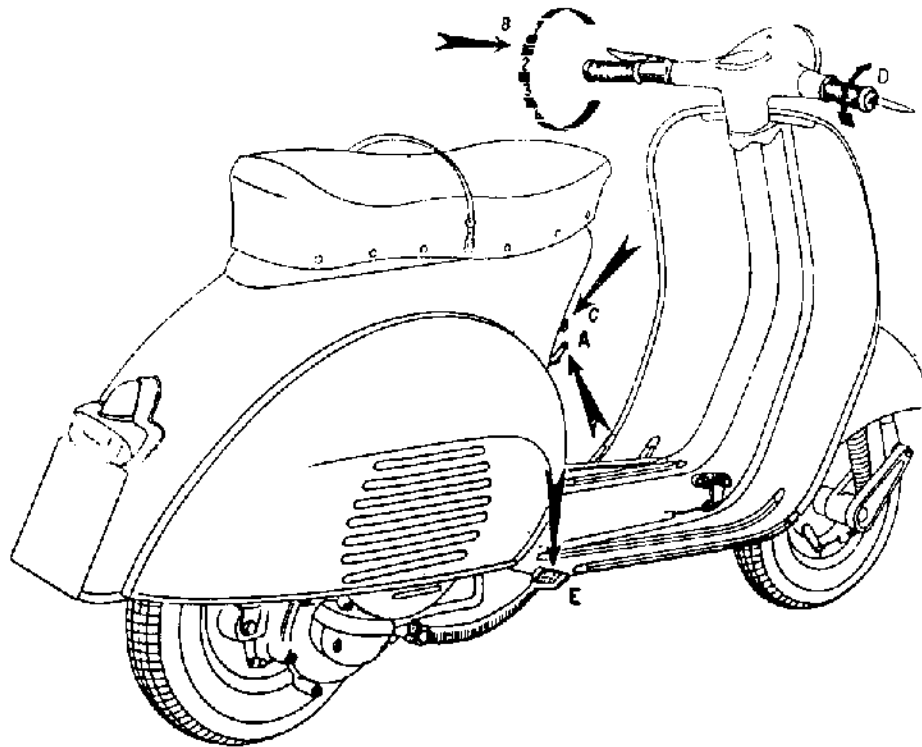

Fig. 16.—Operaciones a realizar para el arranque.
**Arranque.**—(Véase fig. 16.) Para poner en marcha el motor hay que: